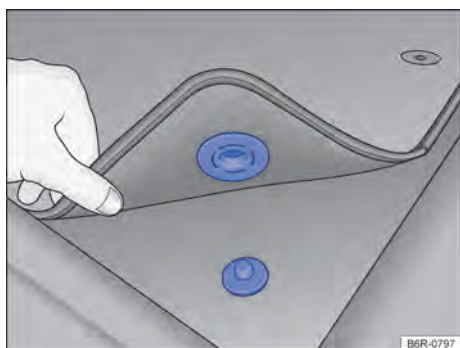

Fig. 17 Alfombra delantera del lado del conductor con fijación al perno de la alfombra.
- ✓ Acomodar bien la alfombra en la zona reposapiés del lado del conductor para que no obstruya la zona de los pedales. La alfombrilla delante del lado del conductor puede tener fijación al perno de la alfombra → fig. 17.